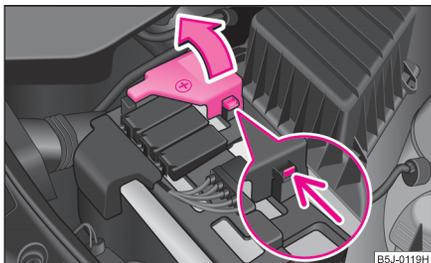

Fig. 181 Batería: Abrir la cubierta del polo positivo
- Levante la cubierta del polo positivo (+) ⇒ fig. 181.